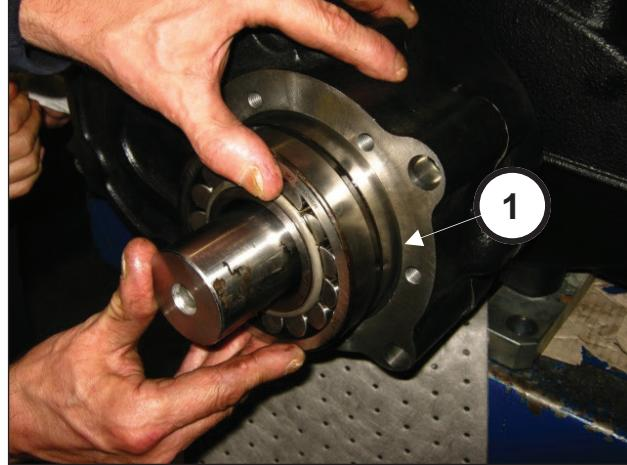

Abb. 87
Setzen Sie das Lager 55x120x43 am Ritzel ein (Pos. ①, Abb. 87).